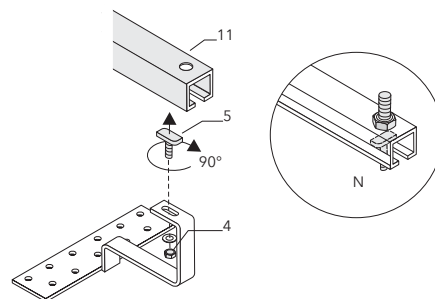

Fig. 10 Fixation du rail de montage sur les pattes de fixation
Après avoir introduit les vis à tête marteau, tournez-les de 90°, alignez le flan des écrous de manière à ce qu'ils soient perpendiculaires aux cotés des profilés. Vérifiez le bon positionnement (Fig. 10 - N)!
● Attachez verticalement les profilés de montage sur les deux éventuellement trois pattes de fixation à l'aide des vis à tête marteau. (5). Après avoir introduit la vis dans le profilé de montage faites la tourner comme indiqué sur la Fig.10, de 90° dans le sens des aiguilles d'une montre. Placez le profilé (11) sur les pattes de fixation, guidez les vis à tête marteau au travers des trous à oblongs et boulonnez les avec les écrous (4).